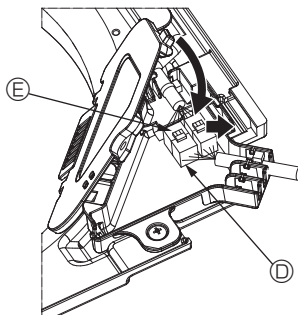

Fig. 6-10
- ③ Después de colocar los cables en la caja de conexión, cierre la cubierta de la caja de conexión. Compruebe que los cables no queden atrapados. (Fig. 6-10)